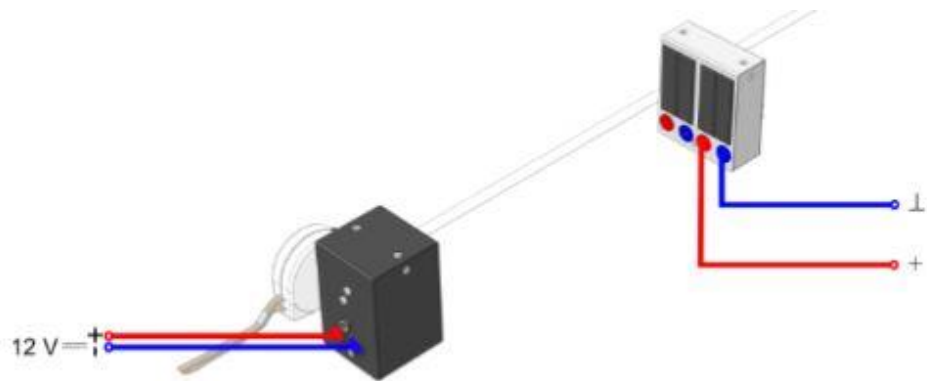

Abbildung 2.2.1 Aufbau der Solarzelle [1]
**Durchführung:** Der Versuch soll wie in Abb. 2.2.1 mit einem Abstand von 30 cm zwischen Solarmodul und Lichtquelle aufgebaut werden. Schließen Sie das linke Solarmodul an das Messgerät an (max. Messbereich auswählen) und wählen Sie am Netzgerät eine Spannung von 12 V aus (Achtung die Lichtquelle wird heiß). Notieren Sie sich die gemessene Spannung. Wiederholen Sie die Messung für das rechte Solarmodul, für eine Parallelschaltung der Solarmodule und eine Reihenschaltung. Nun sollen dieselben vier Messungen für den Kurzschlussstrom durchgeführt werden. Dafür müssen die Buchsen entsprechend umgesteckt werden und am Messgerät der max. Messbereich für den Strom ausgewählt werden. Die vier Kurzschlussströme sind zu notieren. Weiters sollen die Leerlaufspannung und der Kurzschlussstrom für unterschiedliche Abstände zwischen Solarmodul und Lichtquelle für eine ausgewählte Schaltung ermittelt werden. Die Einstellungen am Messgerät bleiben gleich, zusätzlich wird ein Maßband am Tisch aufgelegt mit Hilfe dessen die Abstände  $d$  zwischen 10 cm und 100 cm in 10er Schritten verändert werden können und die Messwerte dokumentiert werden können.